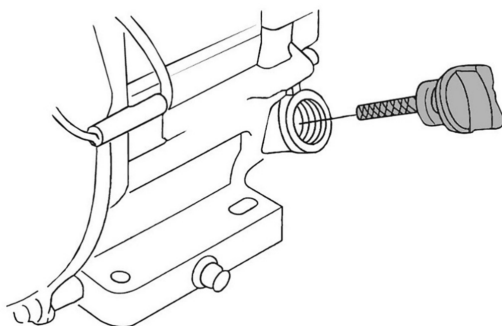

Рис. 11 Крышка-щуп маслосазливной горловины
2. Открутите крышку-щуп маслосазливной горловины и извлеките щуп (Рис. 11).
2. Выкрутите крышку-щуп маслосазливной горловины и извлеките щуп (Рис. 11).